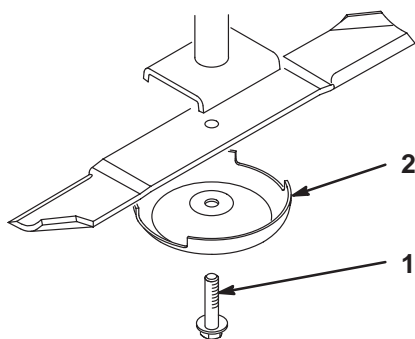

Figure 87
2. Tenez la lame à son extrémité avec un chiffon ou un gant épais. Enlevez le boulon, la coupelle de protection et la lame de l'axe de pivot (Fig. 87).